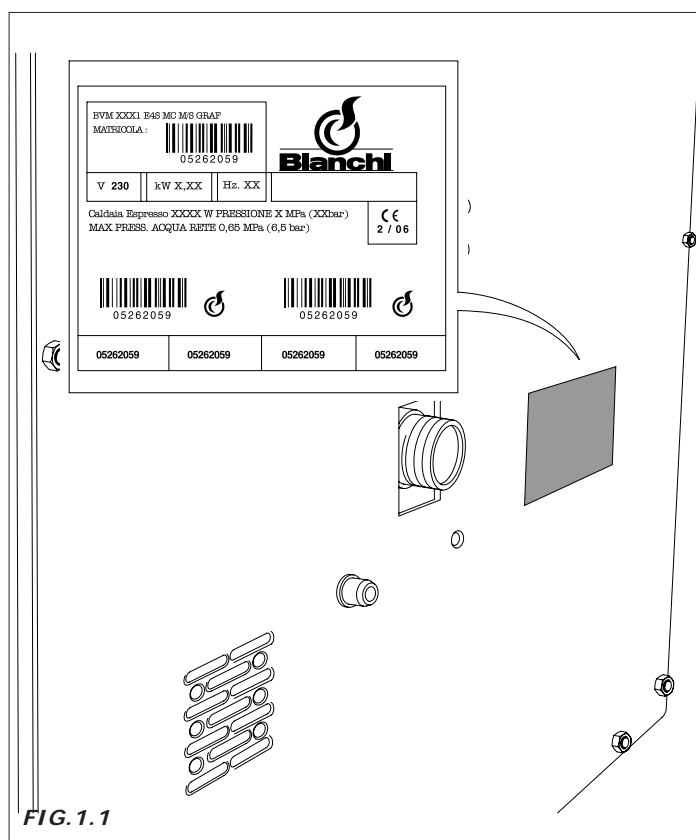

FIG. 1.1
- os dados indicados sobre a matricula (Fig. 1.1)